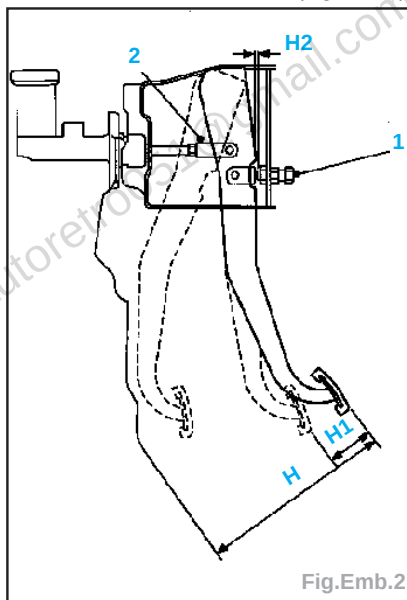

Fig.Emb.2
- Régler le poussoir (2) pour obtenir une hauteur de pédale spécifiée (H), serrer le contre-écrou à **1,7 daN.m** (Fig.Emb.2).